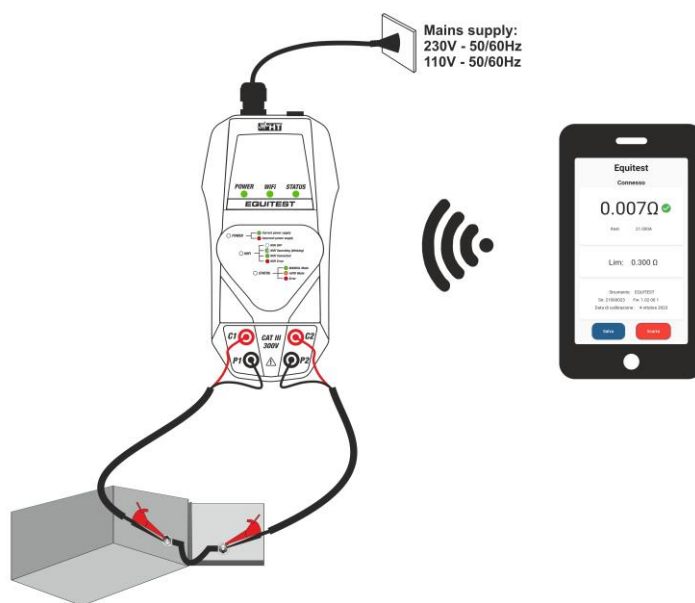

Fig. 4 Uso dello strumento con HT Equestest APP
5. Collegare i due cavi neri del set di cavi **C7000** alle boccole di ingresso **P1** e **P2** e i due cavi rossi alle boccole di ingresso **C1** e **C2** (vedere Fig.4)
6. Collegare i terminali a coccodrillo del set di cavi **C7000** alle estremità dell'oggetto in prova (vedere Fig.4)
7. Toccare il tasto "**Misurazione**" all'interno dell'APP per attivare la prova in **modo Manuale** oppure semplicemente spostando i terminali di prova in caso di selezione **modo Automatico**. Lo strumento fornisce la corrente di prova >10A AC e il risultato di misura è mostrato all'interno dell'APP (vedere Fig.4) con indicazione "✓" in caso di test passato o "!" in caso di test fallito